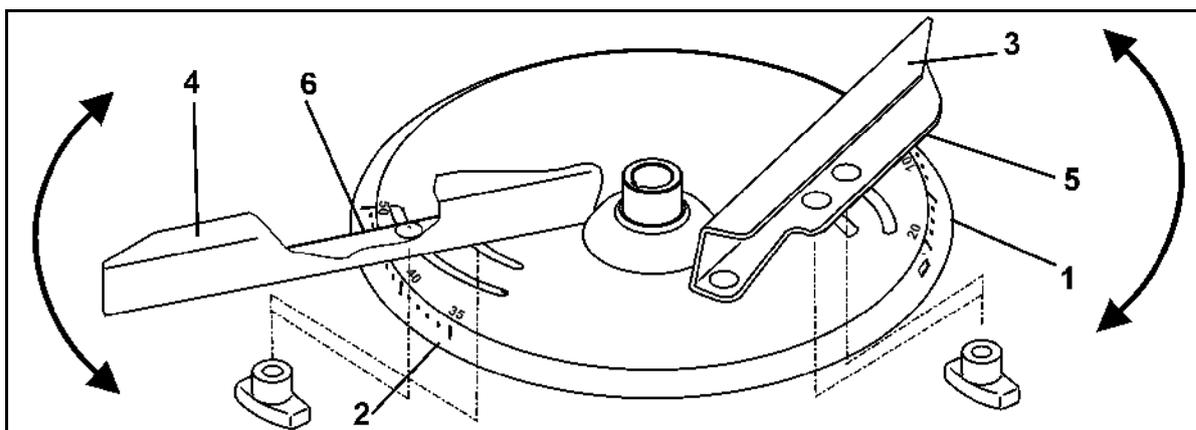

Fig. 43
Para una regulación precisa y sin necesidad de herramientas de cada una de las paletas distribuidoras, los discos de distribución disponen de unas escalas graduadas (Fig. 43/1 y Fig. 43/2) diferentes que no pueden intercambiarse entre sí.
- La pala de dispersión corta (Fig. 43/3) tiene asignada la escala (Fig. 43/1) con los valores del 5 al 28, y la pala larga (Fig. 43/4), la escala (Fig. 43/2) con los valores del 35 al 55.
- Para la pala de dispersión corta (Fig. 43/3), determinar los valores en el indicador (Fig. 43/5).
- Para la pala de dispersión larga (Fig. 43/4), determinar los valores en el indicador (Fig. 43/6).
- Al ajustar las palas de dispersión a un valor más alto de la escala (Fig. 43/1 o Fig. 43/2) se incrementa la anchura de trabajo.